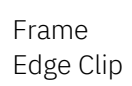

Figure 14: Frame Edge Clip
- Frame edge clip (reference Figure 14),